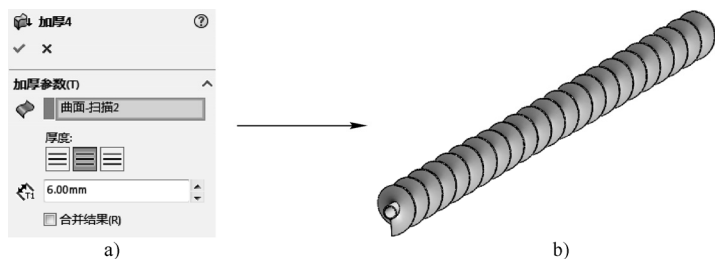

图 5-83 加厚处理
STEP 6 选择“插入”>“凸台/基体”>“加厚”菜单项，选择“步骤 5”创建的曲面为要加厚的面，加厚方式设置为“加厚两侧”，厚度为“6mm”，并取消“合并结果”复选框的选中状态，单击“确定”按钮，创建叶轮实体，如图 5-83 所示。